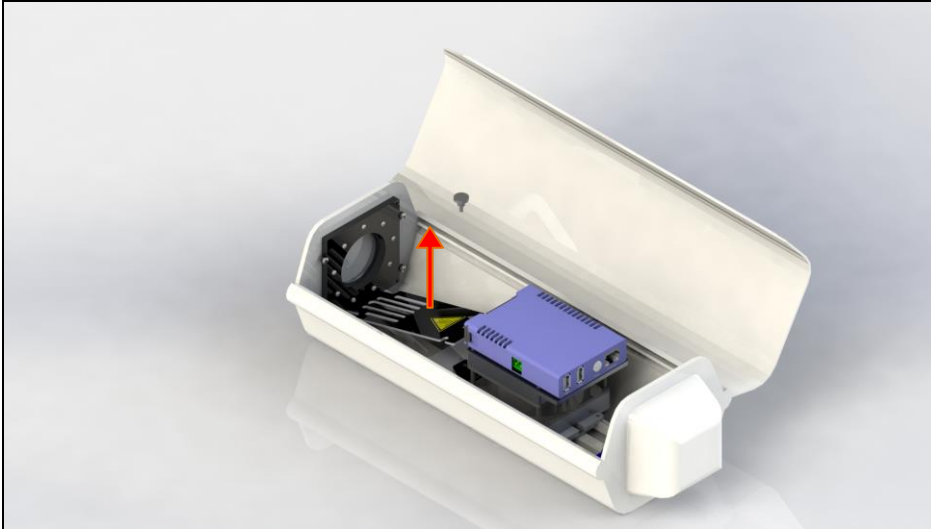

Abbildung 10: Befestigungsblech entfernen
Schritt 2: Ziehen Sie das Befestigungsblech vorsichtig heraus (**Abbildung 10**).